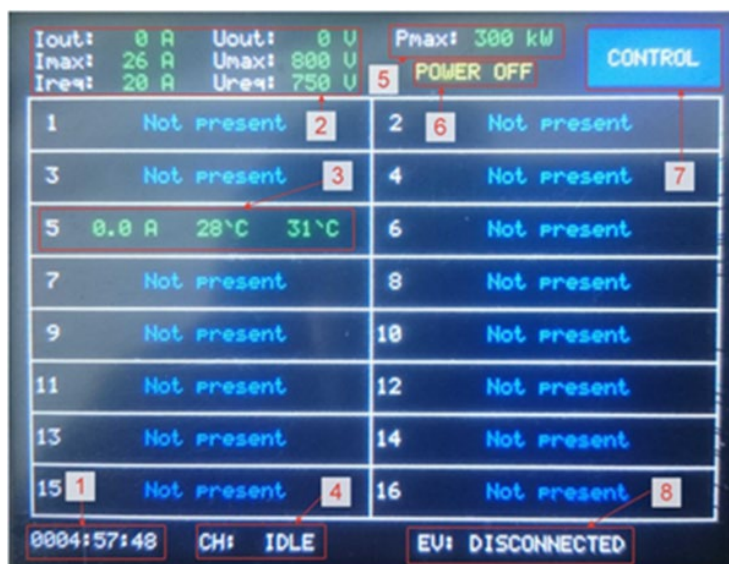

Рисунок 1 – Основной экран интерфейса пользователя
В строке 1 отображаются текущие напряжение и ток на выходе СБ, в строке 2 отображается состояние силового преобразователя, а в строке 5 состояние контактора, подключающего преобразователь к питанию. Максимально допустимые электрические параметры СБ выводятся в строке 3. В области 4 отображается состояние СБ. Если состояние СБ изменилось с «исправен» или «режим ограниченной функциональности» на «авария» или «нет связи» на экране сохранятся предыдущие значения параметров. При нажатии на кнопку 6 меню управляющего контроллера вернется в основной режим (рисунок 1).
2.3 При нажатии на кнопку «CONTROL» (позиция 7) на основном экране (рисунок 1) управляющего контроллера, отобразится меню управления силовой подсистемой, приведенное на рисунке 3.
В поле 1 выводится состояние СБ, в поле 3 - идентификатор электротранспорта, а в поле 2 его параметры, включая флаги состояния. В области 7 отображается количество электроэнергии, потребленной электротранспортом (нарастающим итогом). Кнопки в области 4 позволяют изменить параметры силовой подсистемы, а кнопки области 5 изменяют режим работы. Выбранный режим изменит цвет кнопки с синего на красный. При нажатии на кнопку 6 меню управляющего контроллера вернется в основной режим (рисунок 1).